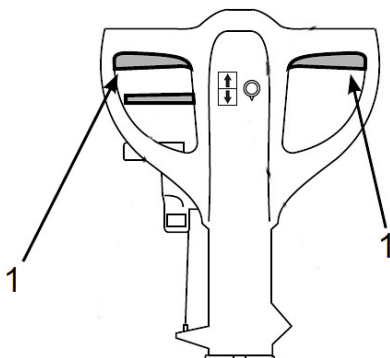

Abb. 23: Bürstensteuerhebel bedienen
Schritt 5: Die Maschine über die Bürste absenken und hierbei den Bürstensteuerhebel (Pos. 1, Abb.23) kurzzeitig bedienen. Auf dieser Weise rastet die Bürste automatisch ein. Falls dieser Vorgang nicht gelingt, den Griff nochmals drücken, das Ausrichten wiederholen und den Bürstensteuerhebel erneut kurzzeitig betätigen.